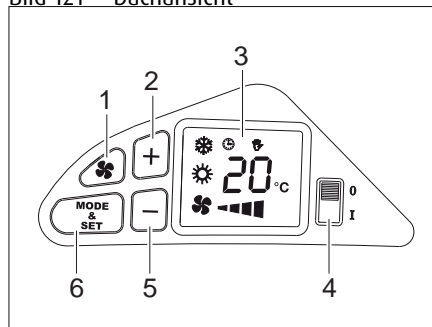

Bild 123 Bedienfeld
- Am Schalter (Bild 123,4) die Klimaanlage einschalten. Beim Einschalten wartet das System immer 2 Minuten, bevor es den Kompressor einschaltet und in den automatischen Betrieb geht.
- Die gewünschte Betriebsart mit der Taste (Bild 123,6) auswählen. Die Symbole im Display (Bild 123,3) zeigen die gewählte Betriebsart an:
- Durch gleichzeitiges Drücken der Taste (Bild 123,1) und eine der Tasten (Bild 123,2) oder (Bild 123,5) wird die Lüftungsgeschwindigkeit im manuellen Betrieb eingestellt.
- Durch Drücken der Tasten (Bild 123,2) oder (Bild 123,5) wird die Temperatur eingestellt
- Am Schalter (Bild 123,4) die Klimaanlage ausschalten.